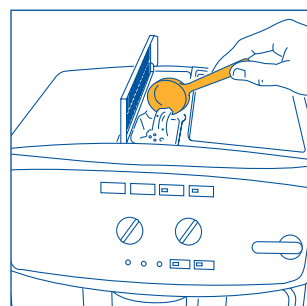

Fig. 19
2. Soulevez le couvercle central, versez dans l'entonnoir un doseur de café prémoulu (fig. 19) et procédez en suivant les indications du paragraphe 5.